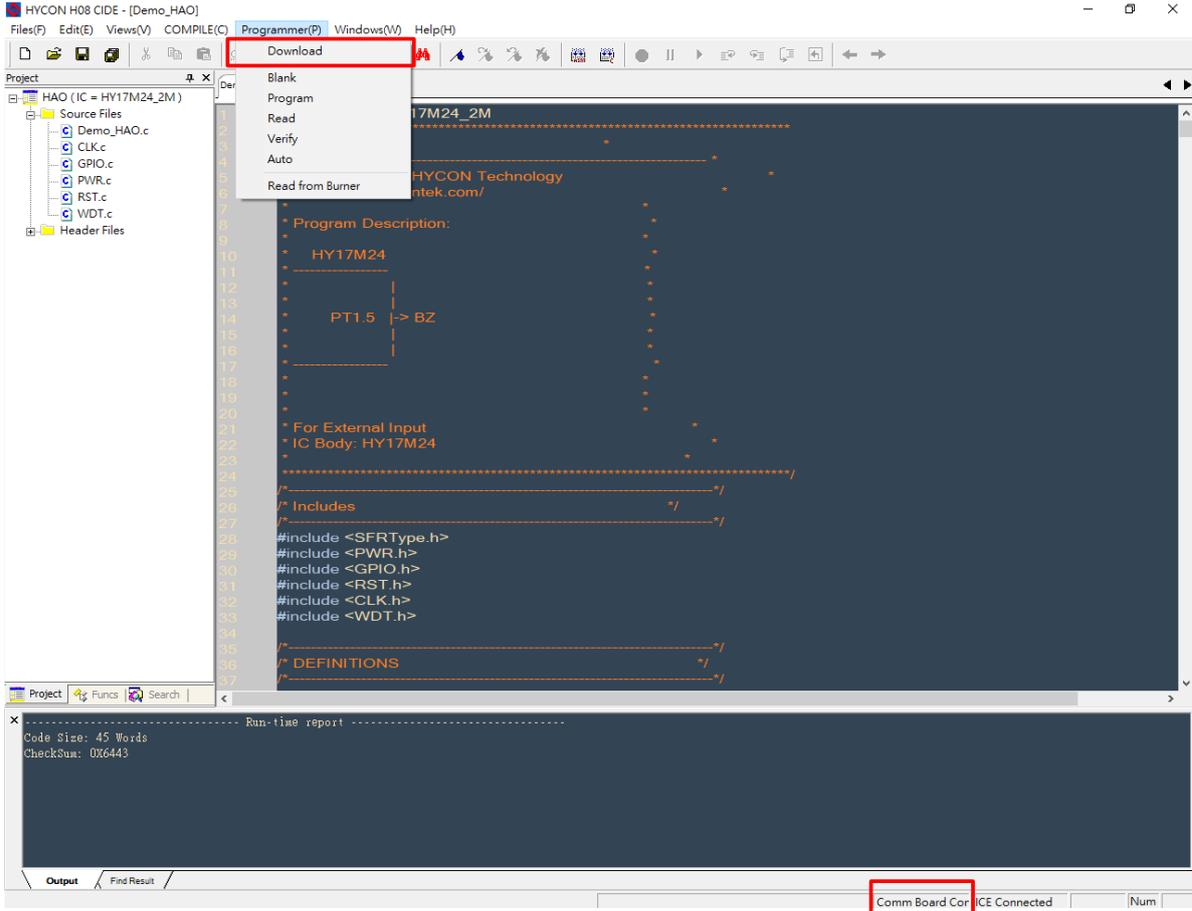

图 4-8
- 单击命令菜单栏”Programmer”，选择”Download”，如图 4-8。